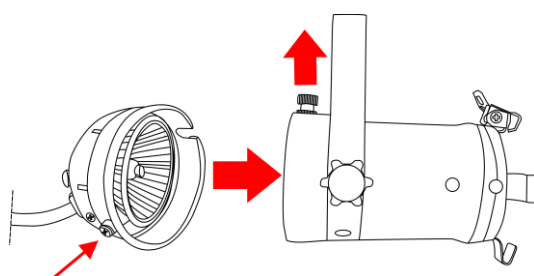

Fig. 06
- 05) Sostituire la copertura posteriore della lampada (Fig.06). Verificare che la vite sulla parte inferiore del coperchio posteriore sia adatta al foro sulla parte inferiore del coperchio anteriore.